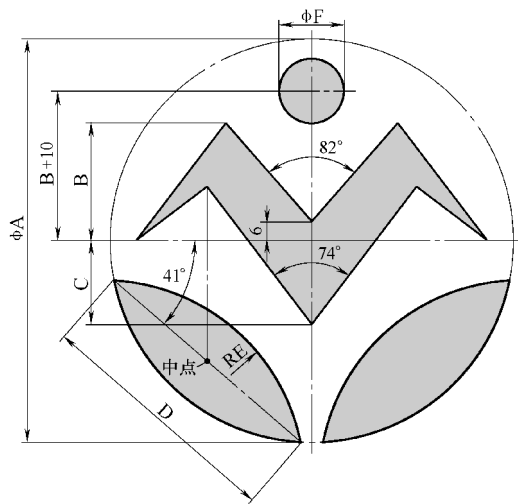

图 B-4 赛题 4
4. 参照图 B-4 绘制图形，注意其中对称、平行等几何关系。请问图形中深色区域的面积是多少？